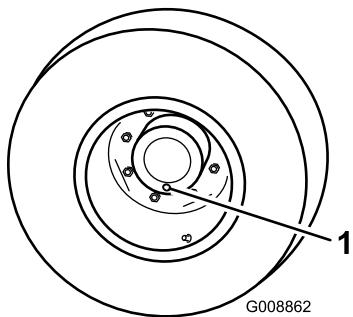

Figure 74
- Placez la machine sur une surface plane et horizontale et tournez la roue de sorte que le bouchon de contrôle/vidange (Figure 74) se trouve à la position la plus basse.